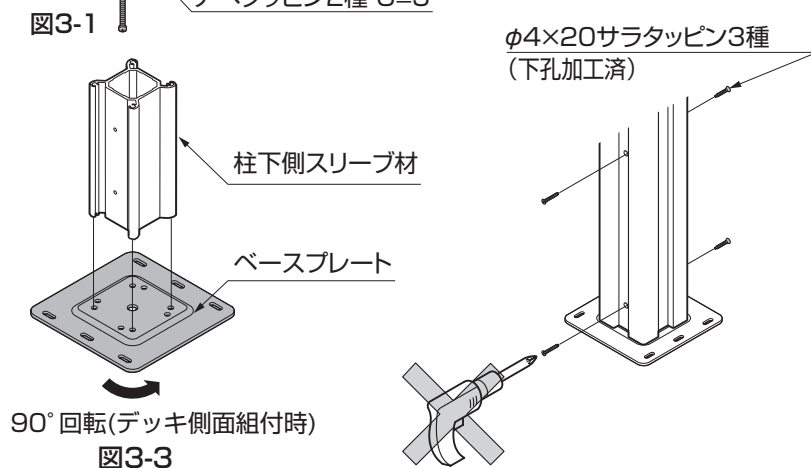

図3-3
③主柱の孔位置から $\phi 4 \times 20$ サラタッピン3種で、主柱と柱下側スリーブ材を固定してください。
④デッキ側面に柱を組付ける場合、ベースプレートを $90^\circ$ 回転して固定してください。(図3-3参照)